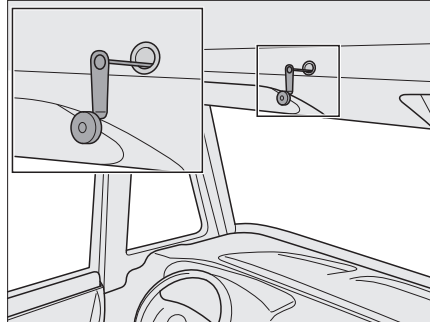

Bild 135 Notbedienung für elektrisches Hubbett
- ▶ Bei Stromausfall kann das elektrische Hubbett auch mit einer Notkurbel (Bild 135) bedient werden. Diese befindet sich in der Küchenzeile.